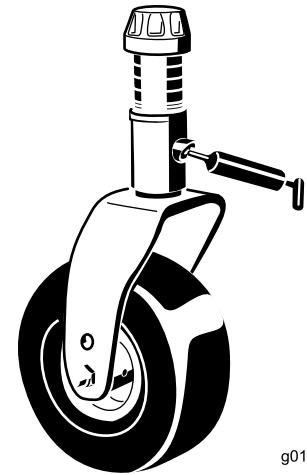

Bild 63
- Zwei Laufradgabel-Wellenbüchsen (Bild 63)